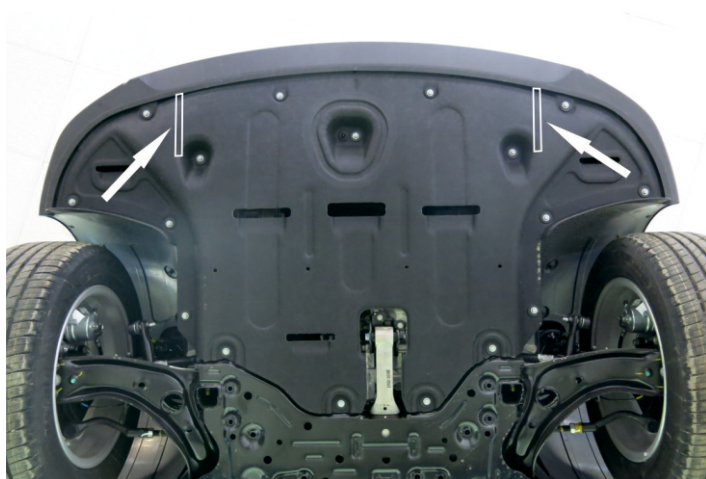

Рис. 3
5. Подрезать пыльник и установить его на штатные места (рис. 3). Закрепить пыльник через кронштейны на рамке радиатора при помощи болтов M6x30 (рис. 4).